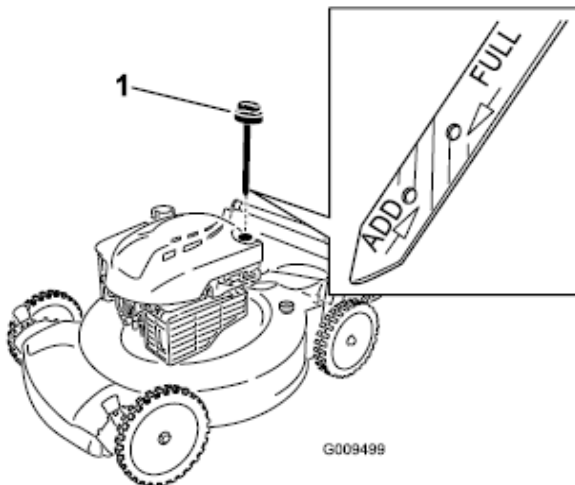

Figure 8
2. Zdemontować wskaźnik poziomu oleju (Fig.8)